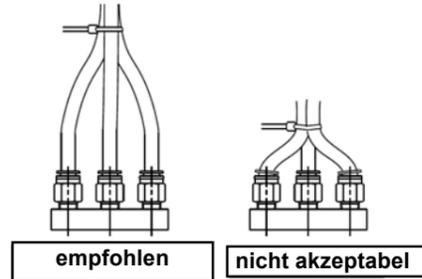

Abb. 7
- Bei der Verbindung der Schläuche mit einem Verbindungsband o. Ä. darauf achten, dass die Steckverbindungen keiner externen Krafteinwirkung ausgesetzt werden (siehe Abb. 7).